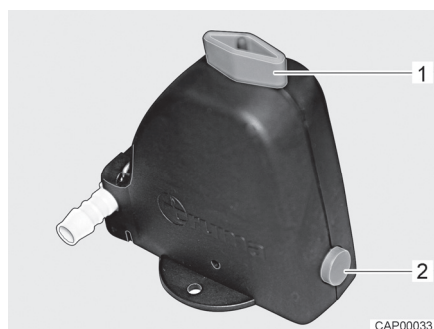
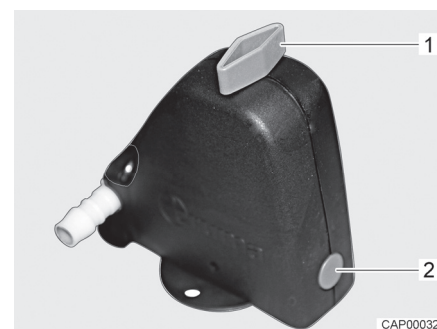

Fig. 71 Valvola di sicurezza/di scarico aperta
Fig. 72 Valvola di sicurezza/di scarico chiusa
- Chiudere la valvola di sicurezza/di scarico. A tal fine ruotare la manopola (Fig. 71,1) trasversalmente rispetto alla valvola di sicurezza/di scarico e premere verso l'interno il bottone automatico (Fig. 71,2). La valvola di sicurezza/di scarico chiusa è rappresentata in Fig. 72. Con temperature inferiori a 6 °C non è possibile chiudere la valvola di sicurezza/di scarico.